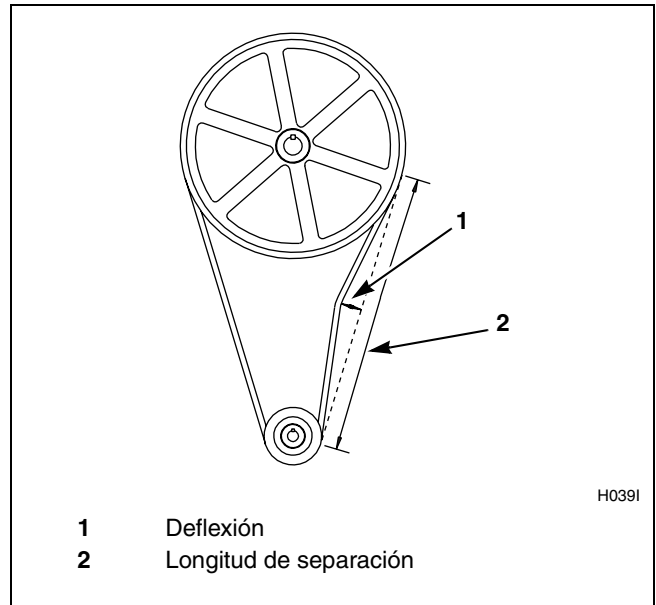

Figura 10
- c. Verifique que las correas trapeciales estén bien tensas ejerciendo una fuerza fija en la correa y midiendo la desviación para determinar la tensión de la misma. Consulte en la *Tabla 2* las gamas de tensión aceptables de la correa. Se deben medir las tensiones de la correa tan cerca del centro de la longitud de separación de la correa como sea posible. Consulte la *Figura 10*.